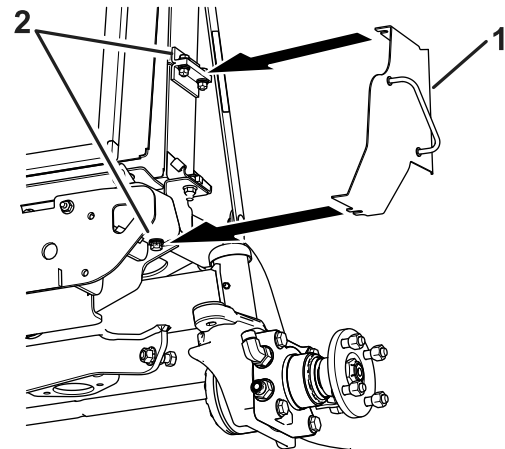

Figure 7
12. Desserrez les boulons sur le côté du radiateur (Figure 7).
13. Glissez le support de l'enveloppe du radiateur sous la tête des boulons sur le radiateur et le support de butée (Figure 7).